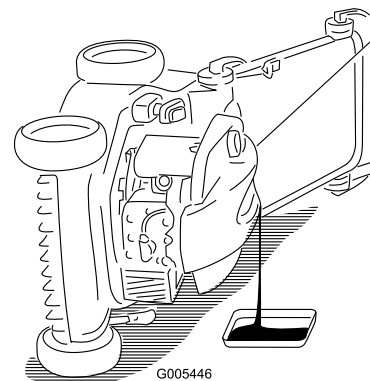

Figura 24
3. Inclinate il tosaerba sul fianco, con il filtro dell'aria in alto, per scaricare l'olio usato attraverso il tubo di riempimento (Figura 24).